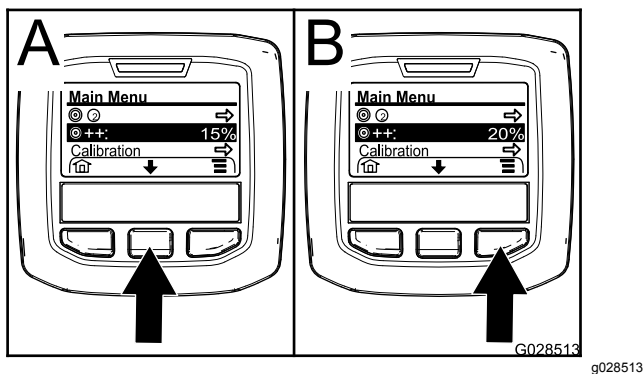

図 68
- 必要に応じ、中央ボタンを押して散布率ブーストを表示させる 図 68。
**注** 散布率ブーストを示すアイコンは、的ターゲットを示す記号の右隣に表示される2つの記号です 図 68。
- 右ボタン 図 68を押すと、散布レートが5ずつ大きくなります最大20まで。